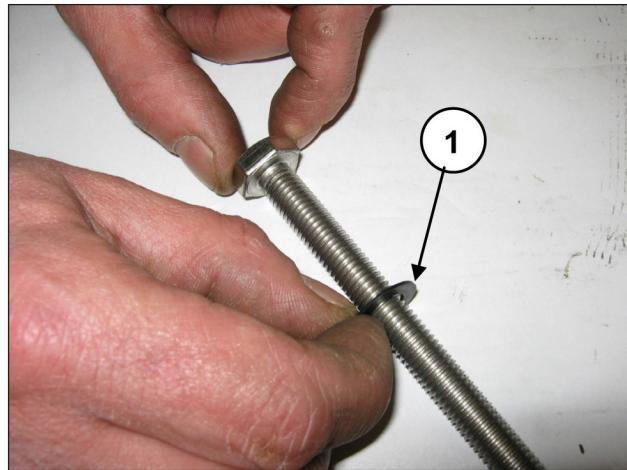

图 146
将垫圈 $\varnothing 10 \times 18 \times 0.9$ 插入活塞固定螺丝 (位置①, 图 146)。